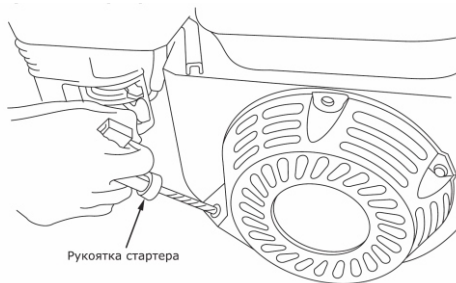

Рисунок 11
- Запустите двигатель, потянув за рукоятку ручного стартера (Рисунок 11). ВНИМАНИЕ! При вытягивании шнура может создаваться отдача. Для моделей с электрическим стартером нажмите клавишный переключатель (положение ПУСК). Отпустите выключатель после запуска двигателя.